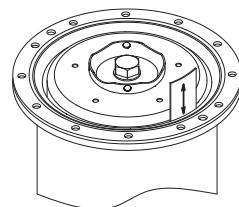

図 4-11
- [3]** 次にカップ状になっているダイヤフラムをケース内に柔らかい板状のもので、傷を付けないよう折り込みます。(図4-11 参照)